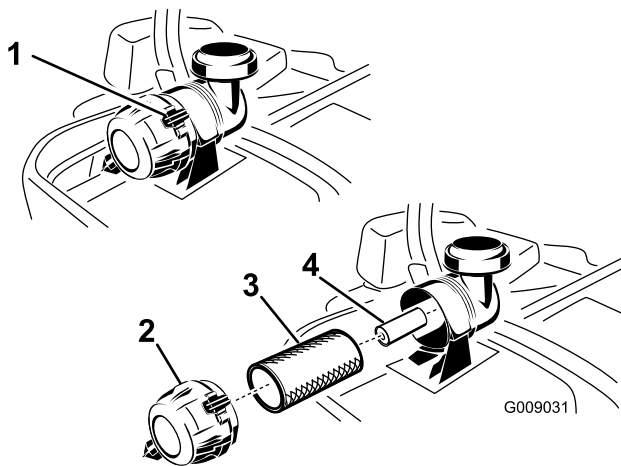

Figura 45
3. Presione hacia abajo para abrir los enganches del limpiador de aire y tire de la tapa del limpiador de aire para separarla de la carcasa del limpiador de aire (Figura 45).
5. Extraiga con cuidado el filtro primario del cuerpo del limpiador de aire (Figura 45). Evite golpear el filtro contra el lado de la carcasa.
1. No limpie el filtro de papel, cámbielo (Figura 45).
2. Si va a cambiar el filtro secundario, deslícelo cuidadosamente en el cuerpo del filtro (Figura 45).
3. Deslice cuidadosamente el filtro primario por encima del filtro secundario (Figura 45). Asegúrese de que está bien asentado empujando sobre el borde exterior del filtro mientras lo instala.
4. Instale la tapa del limpiador de aire y gírela hasta que los enganches la bloqueen en su sitio (Figura 45).